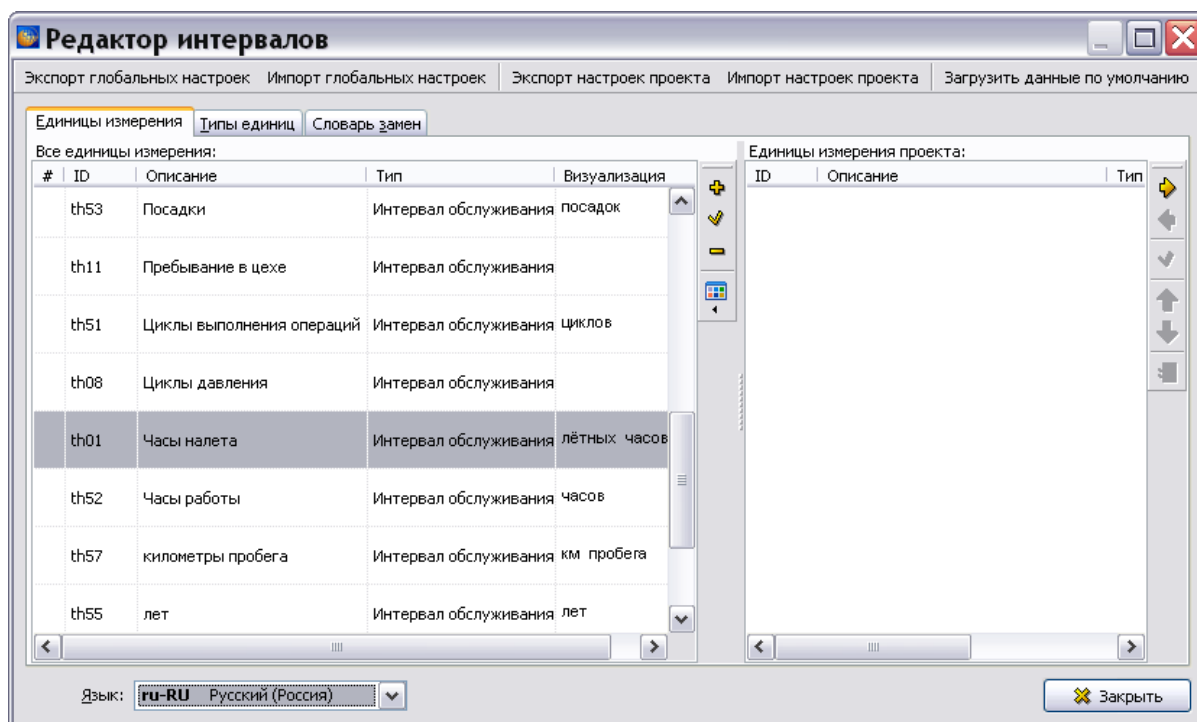

Рис. 7.10
9. В случае отсутствия нужной единицы измерения, её можно создать в редакторе интервалов, что доступно пользователю с правами администратора и руководителя проекта. Для вызова редактора интервалов в окне единиц измерения нажмите на кнопку **Открыть редактор интервалов** . После этого откроется диалоговое окно **Редактор интервалов** (Рис. 7.10).